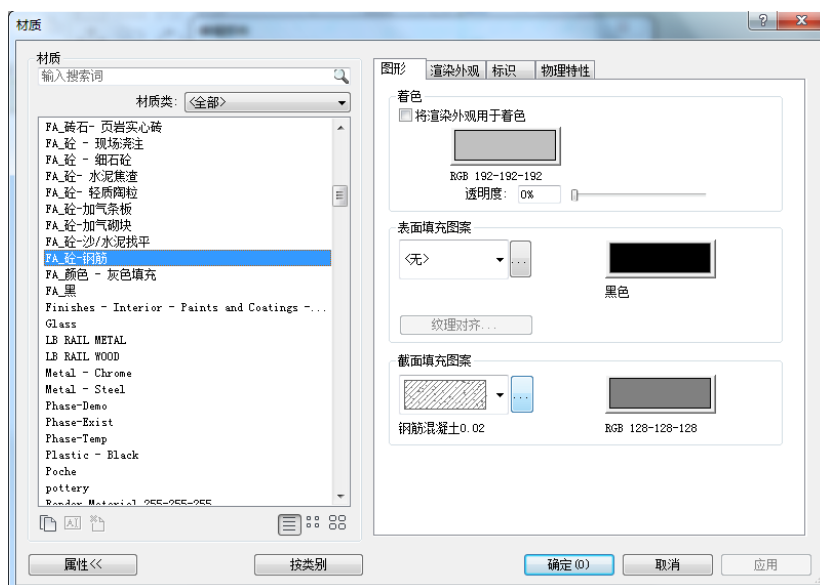

图 2-4
- 5) 单击层 2 材质后的浏览图标，进入“材质”对话框（如图 2-4 所示），在左侧的材质列表中下拉单击选择材质“FA\_砼-钢筋”，三次确定，关闭所有对话框，完成墙体类型“WQ\_200\_剪”的创建。